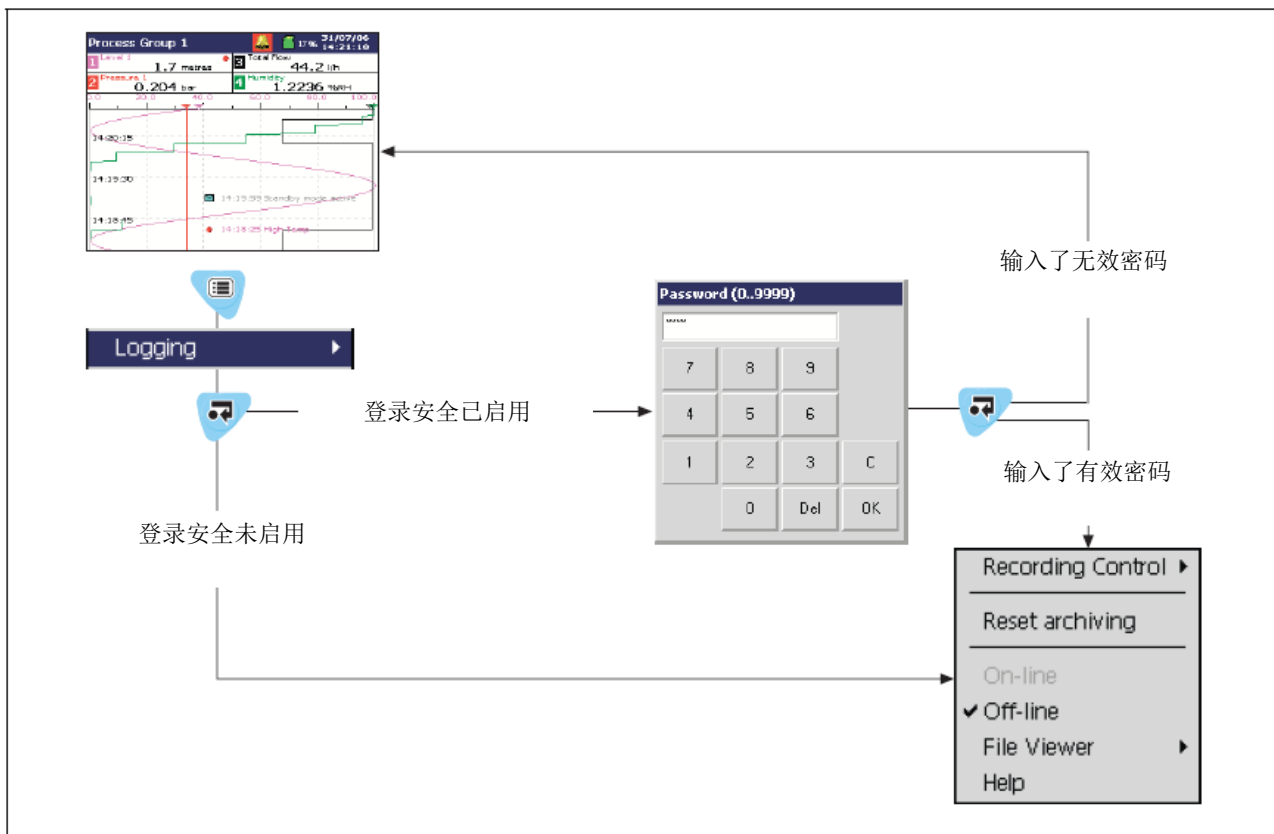

图 5.1 登录权限 – 基本安全
- 如果将“安全系统”设置为“基本”并且将“登录安全”设置为“开启”，则所有用户登录设备的权限受同个密码的保护。有关登录权限请参见图 5.1。